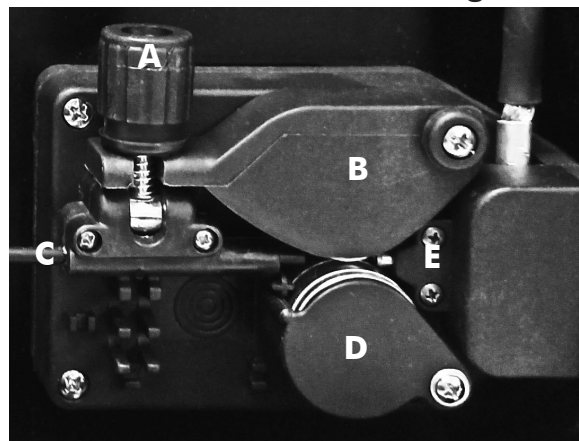

Figura 5
- Retirar la envoltura que envuelve la bobina y colocarla en la devanadera. Volver a montar la arandela (3) y el resorte (2) y atornillar el volante que constituye el sistema de frenado de la bobina.
- Aflojar y bajar la empuñadura de material plástico (A) y soltar la palanca aprieta-alambre (B) (Figura 5). Sacar los posibles residuos de alambres de la vaina guía-alambre (E).
- Soltar el alambre de la bobina y mantenerlo agarrado con un par de pinzas con el fin que no pueda desenrollarse. Si necesario, enderezarlo antes de introducirlo en la guía de entrada (C) del alambre. Introducir el alambre haciéndolo pasar sobre el rodillo inferior (D) y por la vaina guía-alambre (E).
- Bajar la palanca aprieta-alambre (B) poniéndola bajo presión con la empuñadura de material plástico (A). Ajustar un poco. Un ajuste excesivo bloquea el alambre y podría dañar el motor. Un ajuste insuficiente no permitiría a los rodillos arrastrar el alambre.